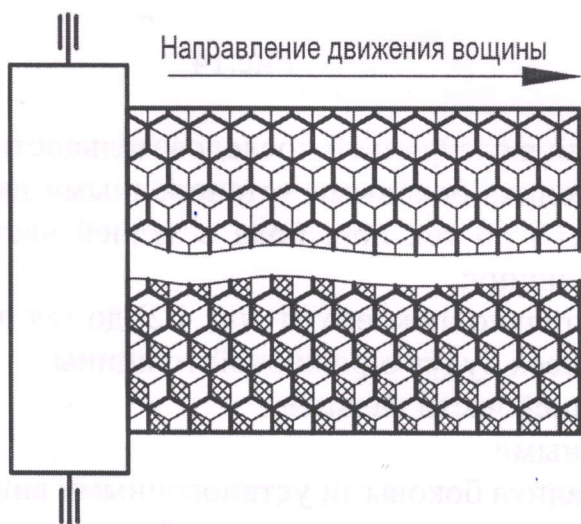

Рис.11
4.3.2. В задней части листа вошины ячейки правильные, а в передней вторые или третьи ромбы ячейки утолщенные (рис.11, 12).